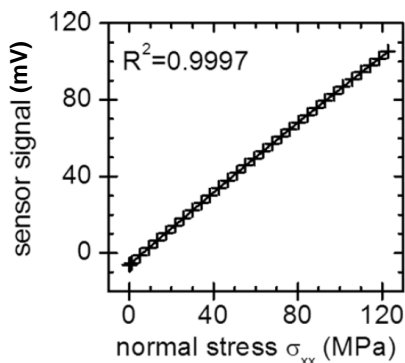

Abbildung 6: Empfindlichkeit der PMOS-Sensoren.
- Empfindlichkeit der PMOS-Sensoren: $921 \pm 4,74$ $\mu\text{V}/\text{MPa}$ (siehe Abbildung 6)